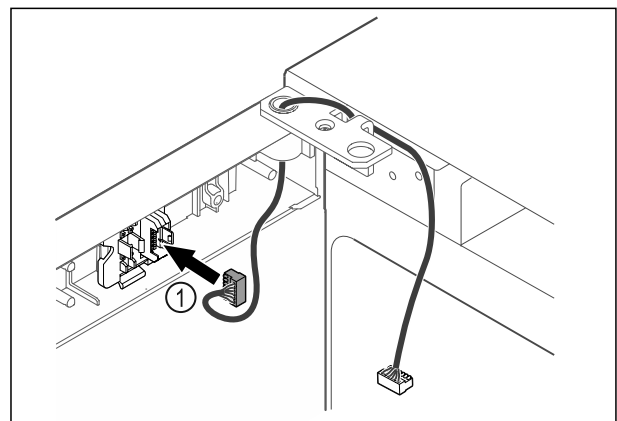

Fig. 46
- Stekker Fig. 46 (1) in steckerhouder steken.